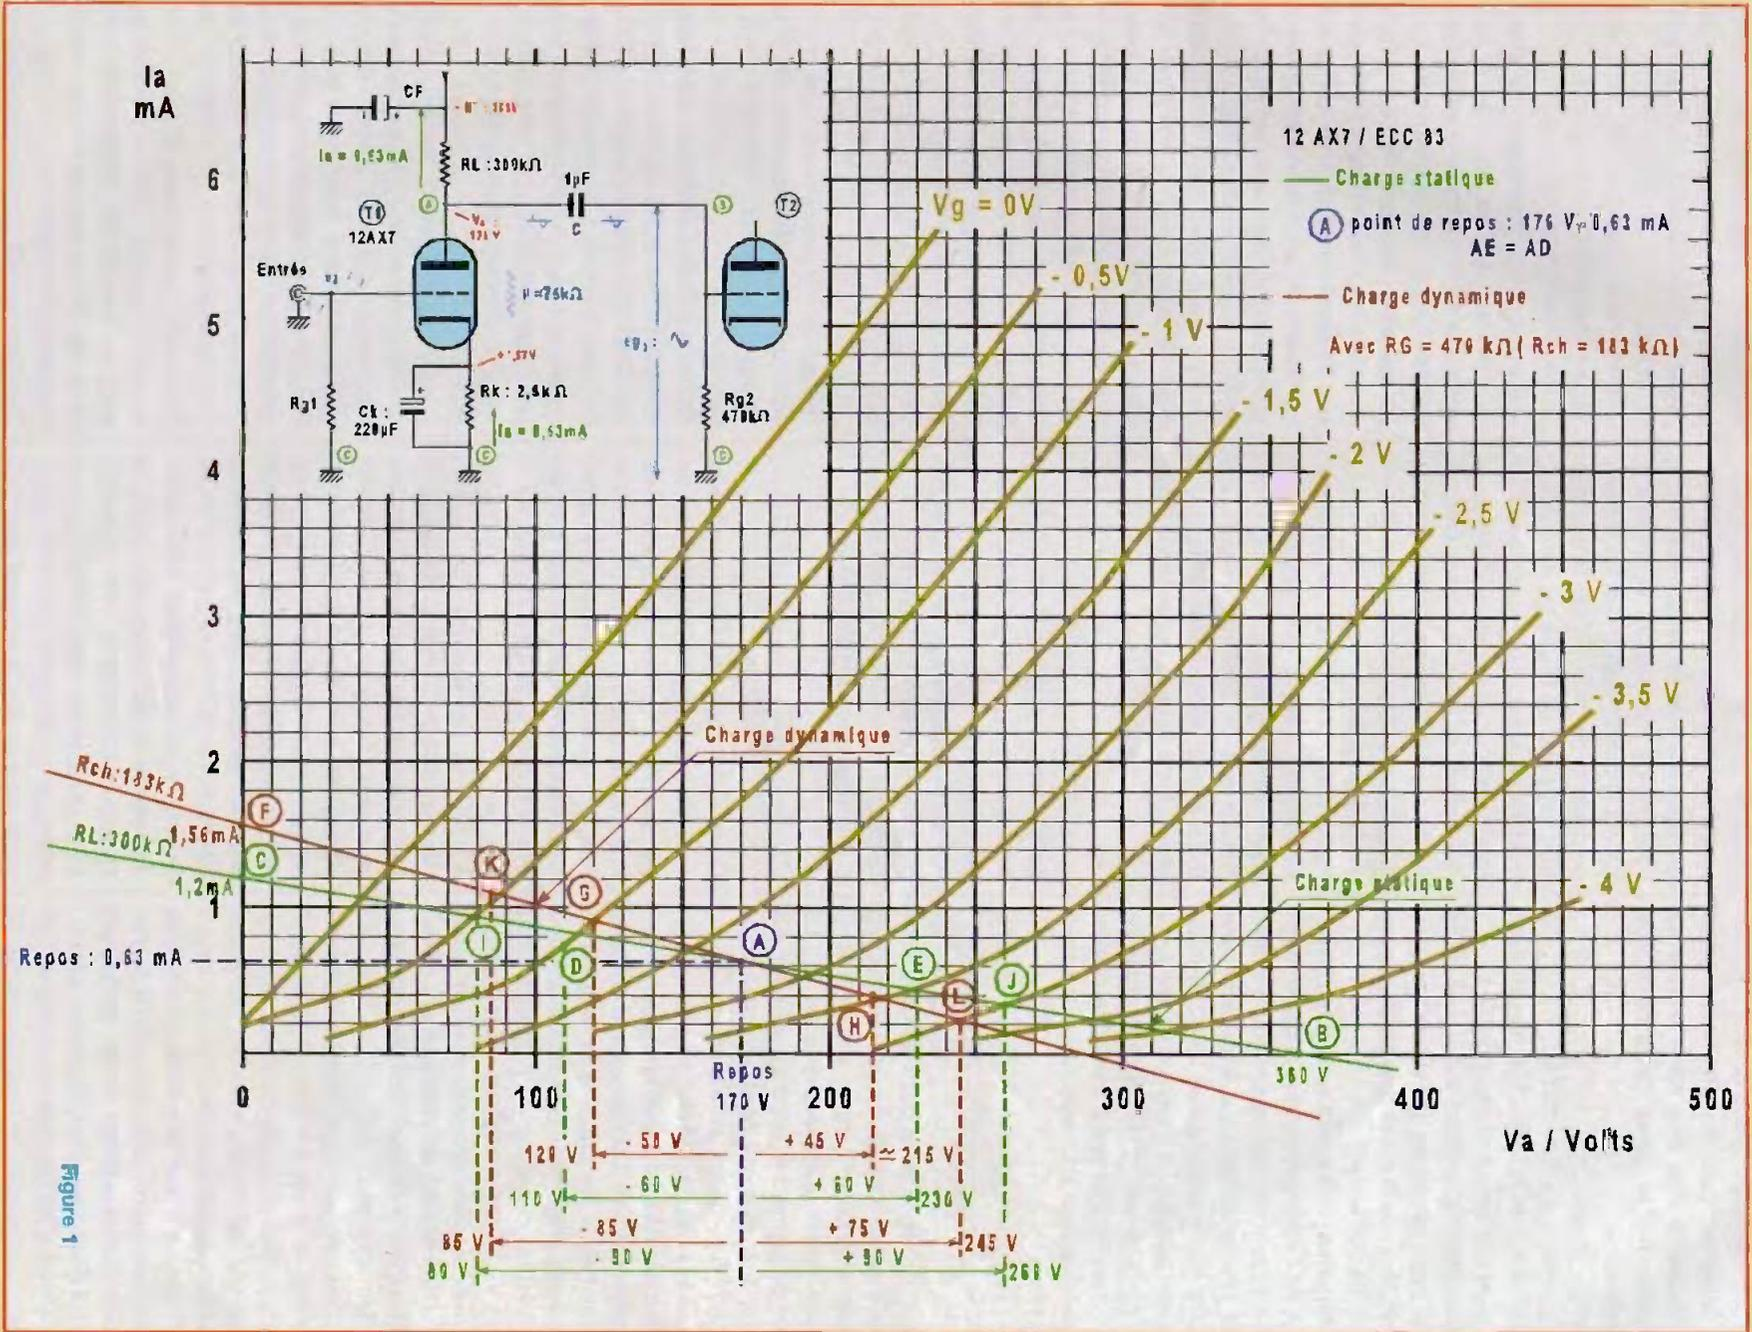

Figure 1
Réponse : Graphiquement, en cherchant d'abord le point (C) (figure 1), en partant du principe que le courant dans la résistance RL , qui entraînerait une chute de tension égale à $V_a = 360$ volts, sera le point d'intersection de l'axe « la » (voir *Led* n°182) et de la droite de charge RL . Ce point théorique correspond à $V_a = 0$. Il sera placé sur l'axe « la » à :
Le point (A) (figure 1) que vous avez obtenu au repos est, bien entendu, toujours valable, puisque sans tension variable, la charge statique est bien : $RL = 300 \text{ k}\Omega$.